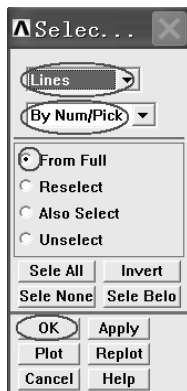
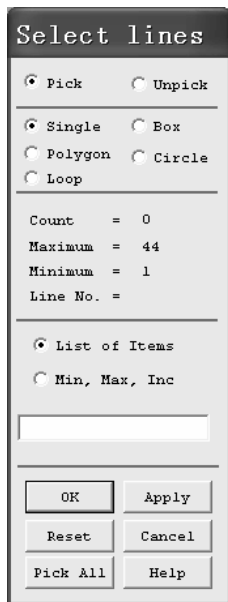

图 10-90 “Selec...”窗口
图 10-91 “Slecte lines”窗口
(1) 依次选择 Utility Menu>Select>Entities..., 弹出“Sele...”窗口（见图 10-90）。在该窗口的第一个方框中选择“Lines”，在第二个方框中选择“By Num/Pick”，再选中“From Full”前的单选框，然后单击“OK”按钮，弹出“Select lines”窗口（见图 10-91）。选中钢带的四条边，然后单击“OK”按钮。